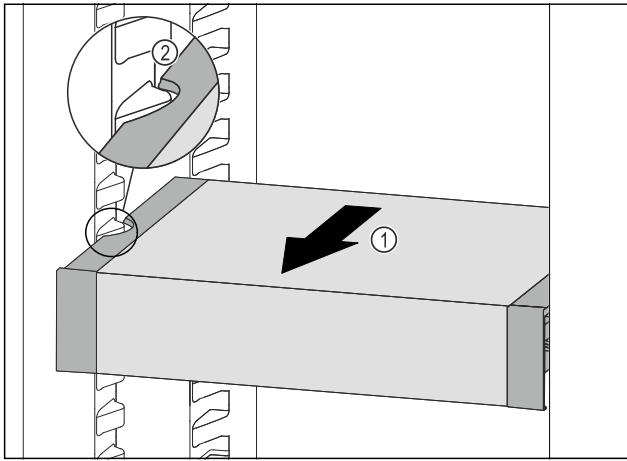

Fig. 187
- ▶ Вытягивайте VarioSafe вперед Fig. 187 (1), пока боковые выемки VarioSafe не окажутся на высоте выступа резервуара в холодильном отделении. Fig. 187 (2)